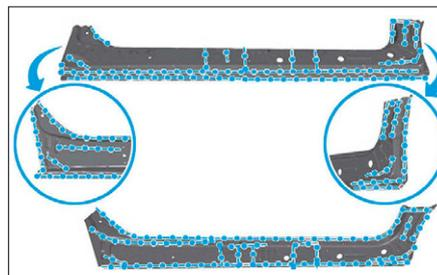

FIG. 107
- Préparer les zones d'accostage et les protéger par un apprêt soudable indice "C7" (Fig.107).